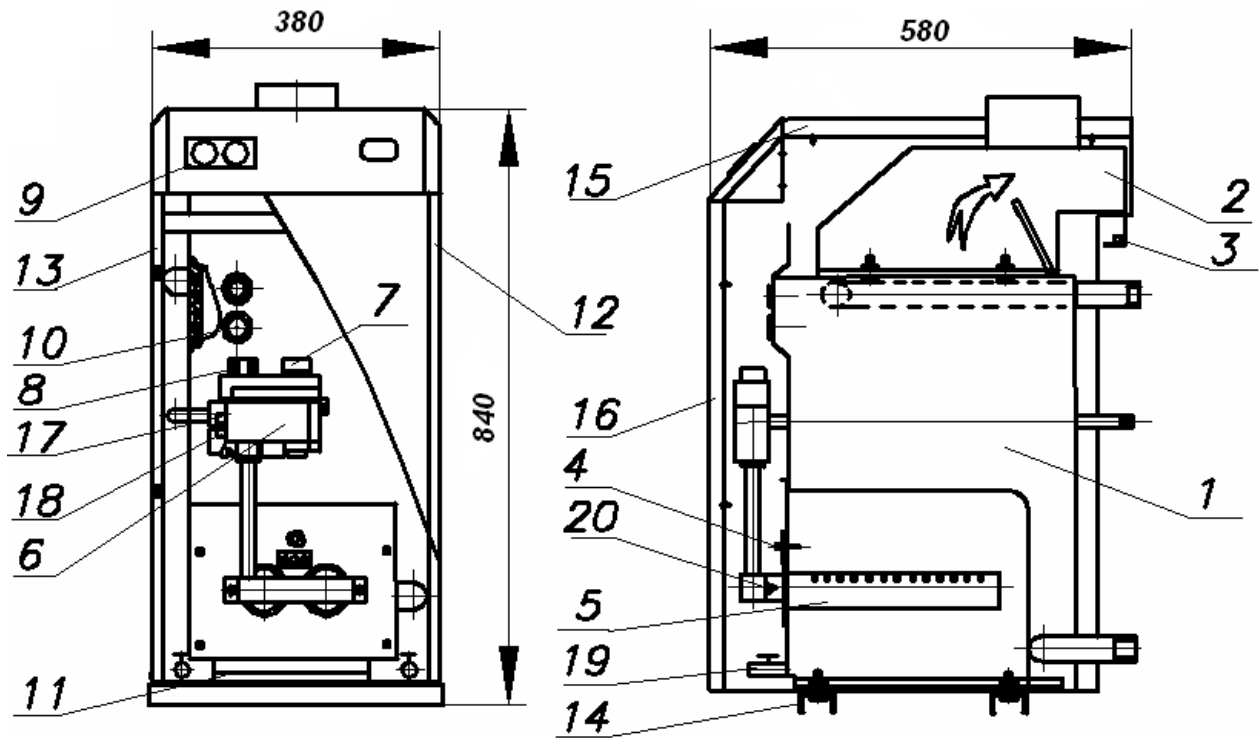

Рисунок 1. Котел опалювальний
- встановити ручкою регулювання поз.8 (рис.1) максимальну температуру 90°C (ручку повернути проти годинникової стрілки до упору);
- прогріти котел до заданої температури, спостерігаючи за температурою на термоманометрі поз.9 (рис. 1).
- відкрутивши на 1-2 оберти гвинт на вхідному штуцері поз.17 (рис.1) під'єднати до нього манометр для вимірювання тиску газу;
- відкрити дверцята котла поз. 16 (рис. 1);
7.2.5 Закрити дверцята котла поз. 16(рис. 1).